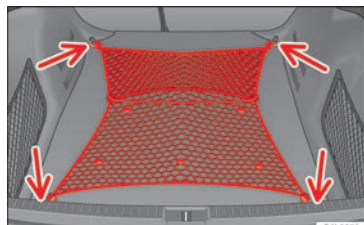

Fig. 119 Rete fermacarico distesa.
- Agganciare la rete fermacarico ai quattro occhielli di ancoraggio » **fig. 119** (frece).